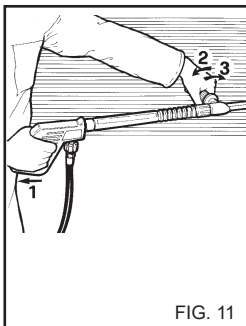

FIG. 11
**DOPPIA (fig.11). (Se presente)**